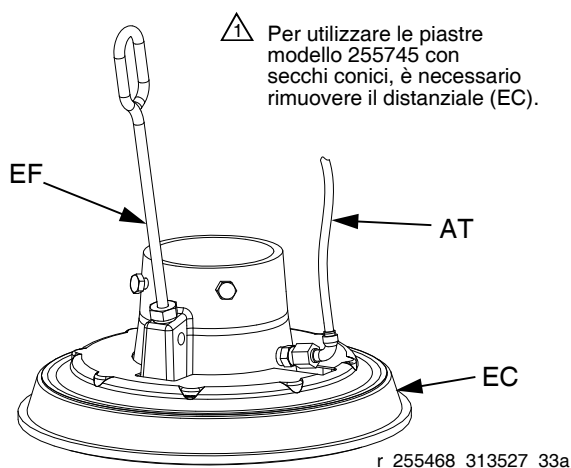

FIG. 15
Vedere FIG. 15. Se il piatto non fuoriesce facilmente dal secchio quando la pompa viene sollevata, il flessibile a supporto pneumatico (F) o la valvola di ritegno potrebbero essere ostruiti. Una valvola ostruita impedisce all'aria di raggiungere la parte inferiore della piastra per l'ausilio durante il sollevamento dal secchio.
3. Pulire il tubo a supporto pneumatico (AT) nel piatto. Pulire tutte le parti della valvola e rimontare.
4. Estrarre l'asta di sfiato (EF) dalla piastra. Inserire l'asta di sfiato attraverso le porte di sfiato per rimuovere il residuo di materiale.